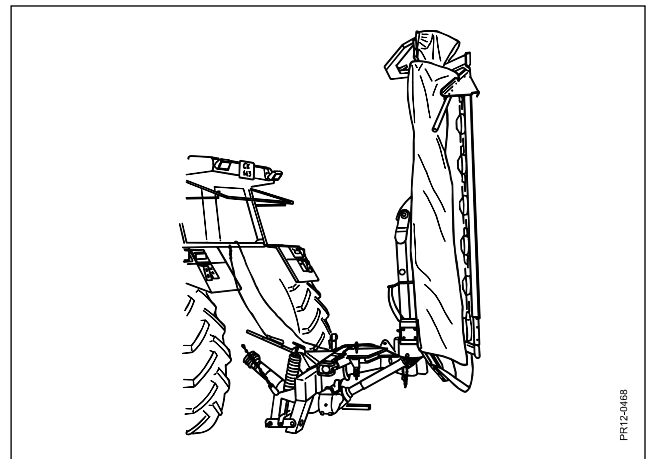

Fig. 3-4
- Fig. 3-4 2) Nach hinten – senkrecht